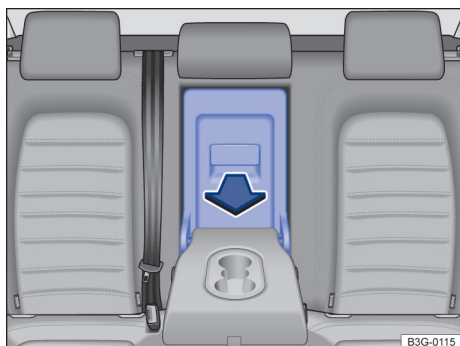

Fig. 202 No habitáculo: abrir o dispositivo para transporte de objetos longos.
- Abrir o dispositivo para transporte de objetos longos pelo interior do veículo: puxar a alavanca de destravamento no sentido da seta → Fig. 202 e rebater a tampa do dispositivo para transporte de objetos longos totalmente para frente → ⚠️.